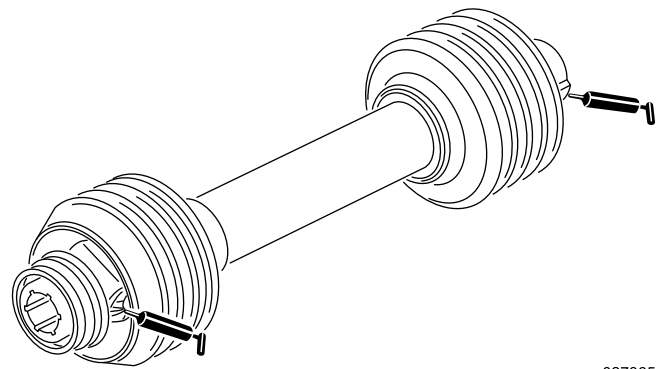

Figura 10
2. Engrase los engrasadores de los cojinetes del eje del ventilador según se muestra en **Figura 10** con grasa de litio N° 2.
Engrase los 2 engrasadores del árbol de transmisión de la manera ilustrada en **Figura 10** con grasa de litio N° 2.